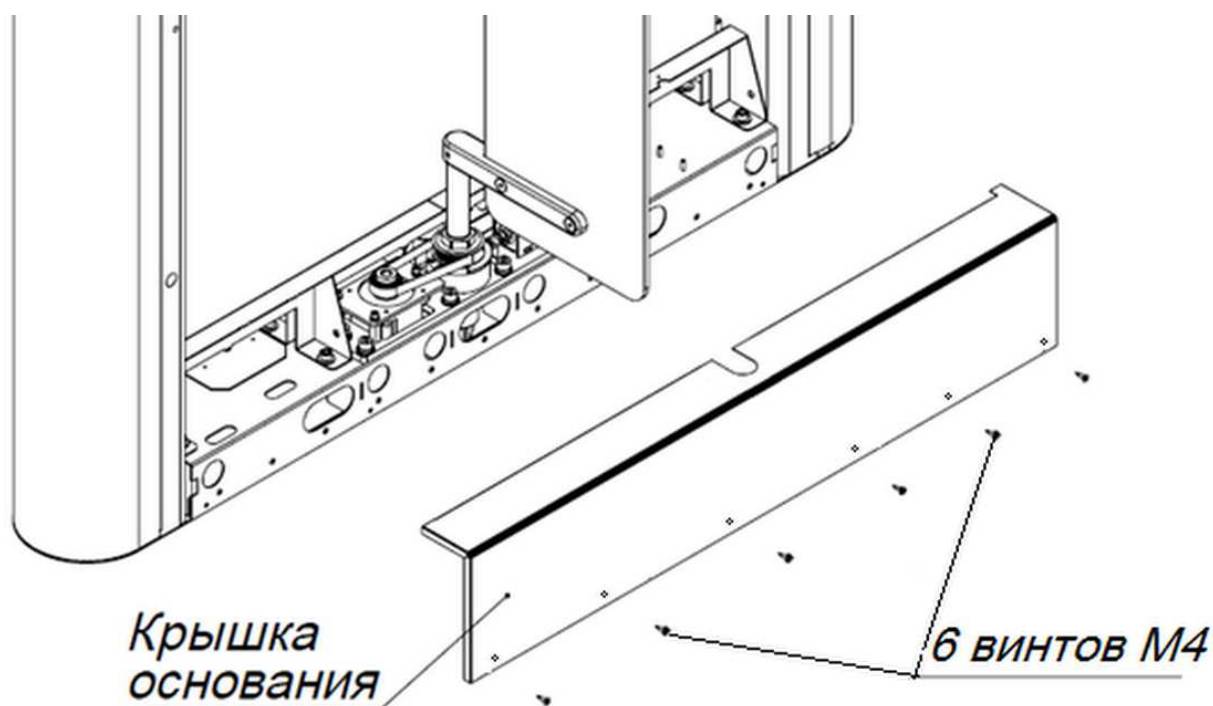

Рис. 5. Схема к установке модуля турникета
4.2.7. Установите стойки модулей турникета на подготовленную площадку. Открутите 6 винтов М4 и снимите крышку основания (рис. 5).